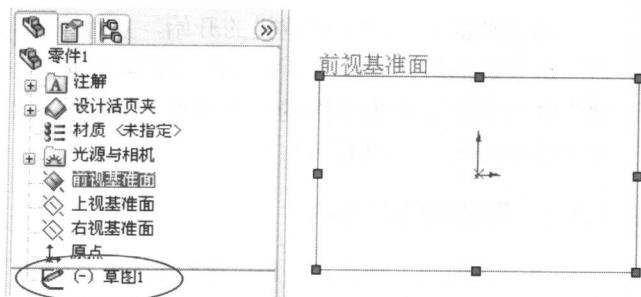

图 1-3 进入草图绘制
(3) 进入草图绘制。单击“草图”工具栏中的“草图绘制”按钮，或选择菜单命令“插入”|“草图绘制”，进入草图绘制，如图 1-3 所示。